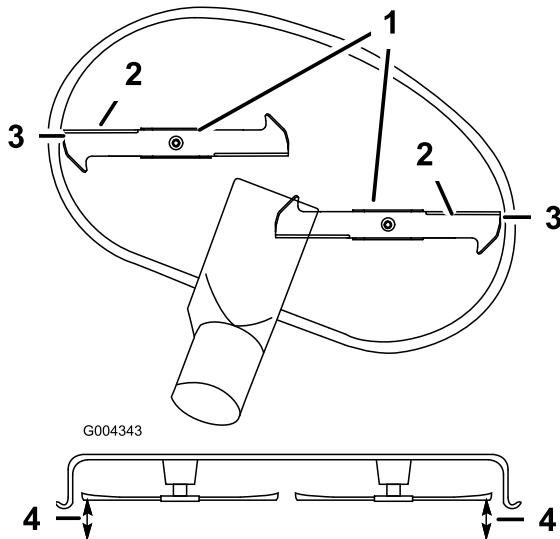

Bild 51
5. Drehen Sie die Schnittmesser vorsichtig von einer Seite zur anderen (Bild 51). Messen Sie den Abstand zwischen den äußeren Schnittkanten und der ebenen Oberfläche (Bild 51). Wenn beide Messwerte nicht innerhalb von 5 mm liegen, ist eine Einstellung